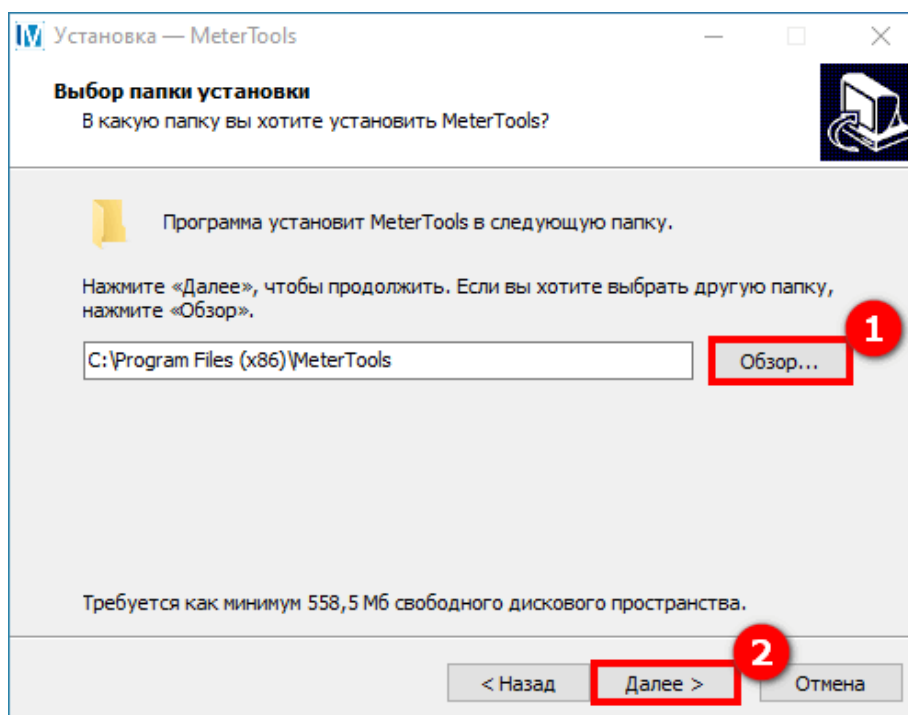

Рисунок 3 – Окно установки MeterTools
В следующем окне будет отражена информация о папке, в которую будет установлена программа. По умолчанию это: C:\Program Files (x64)\MeterTools. При необходимости можно указать другую папку, нажав кнопку **Обзор** (1) (см. рисунок 3). Нажимаем кнопку **Далее** (2).